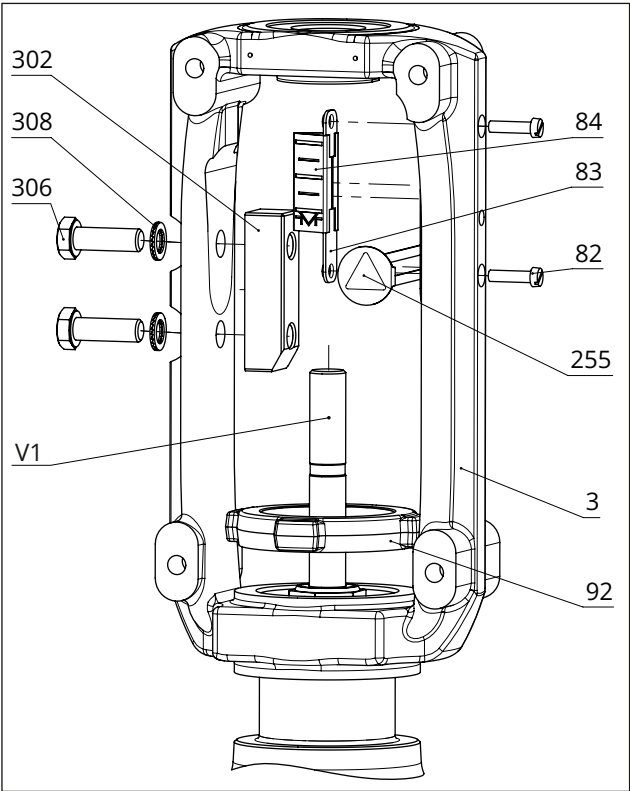
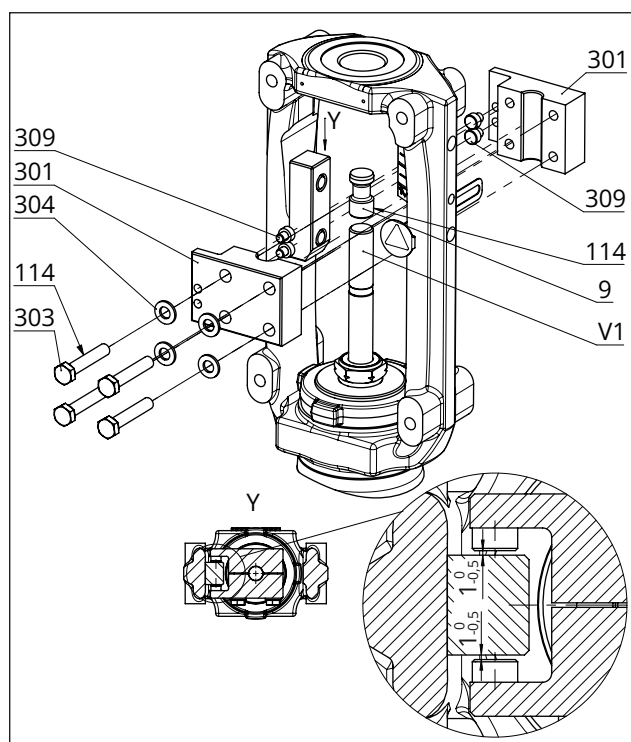

Fig. 24 : Schéma de montage de l'ensemble arcade-indicateur de course en exécution spéciale
Fig. 25 : Schéma de montage du dispositif de blocage en exécution spéciale
Cf. Fig. 24 et Fig. 25
- Il existe un interstice nominal de 0,5 à 1 mm de chaque côté entre les rondelles de glissement et leur support sur l'arcade (cf. détail Y dans la Fig. 25).